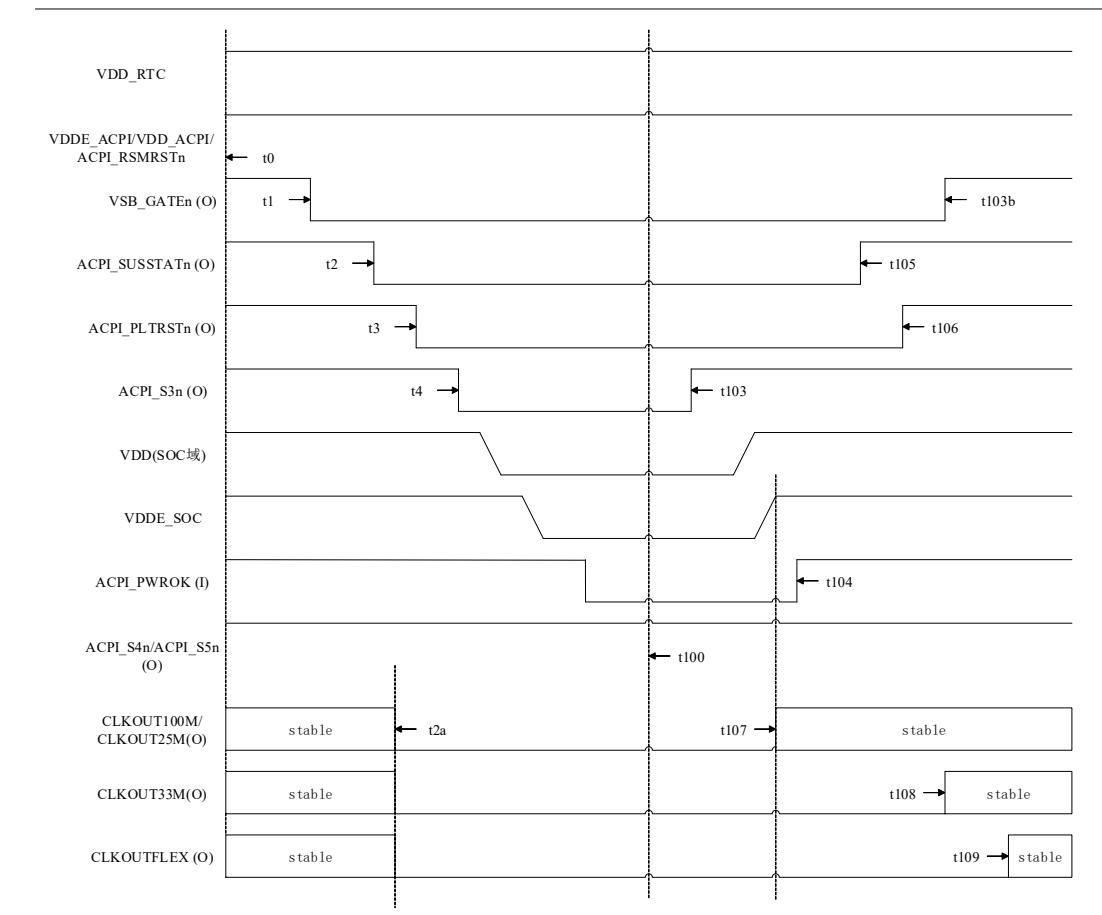
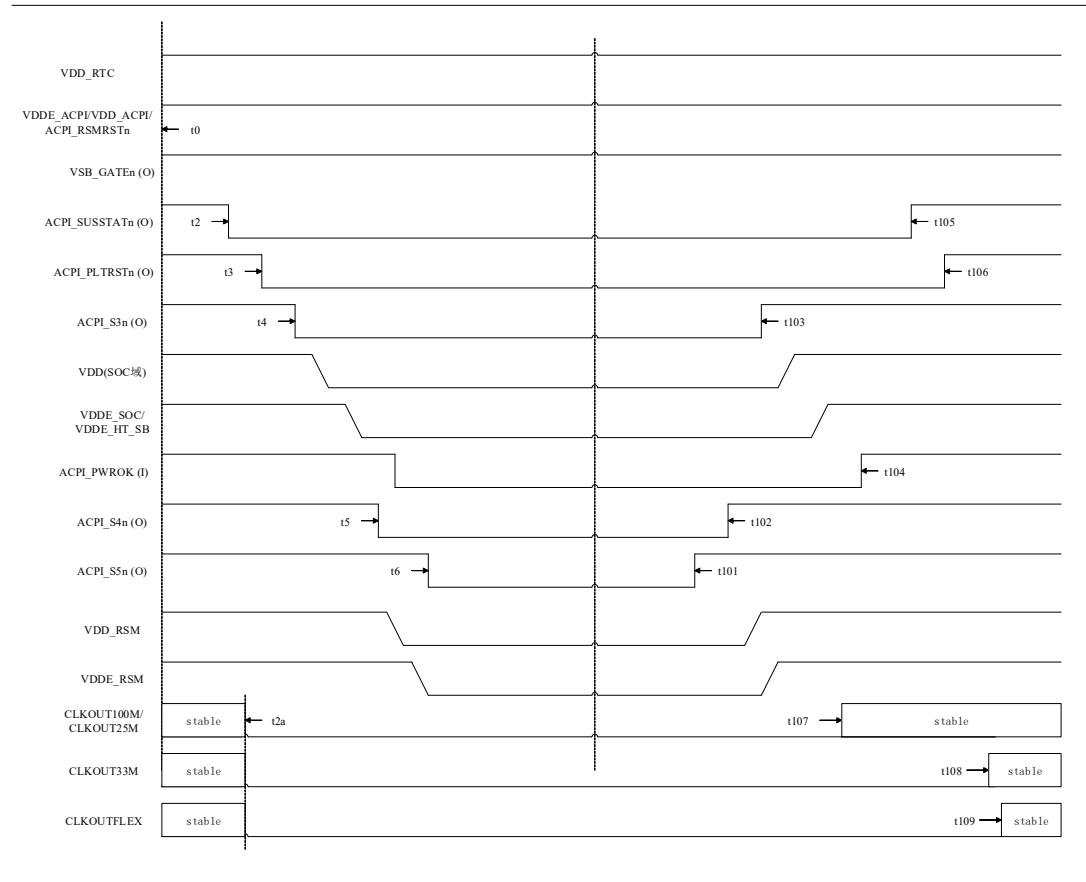

图 7-3 S0 到 S3 及 S3 到 S0 时序图
图 7-4 S0 到 S4/S5 及 S4/5 到 S0 状态时序图
### 注（图 7-3、图 7-4）：
7. 表 7-6 对时序的描述对应图 7-4，与上述注解不一致的描述以上述注解为准